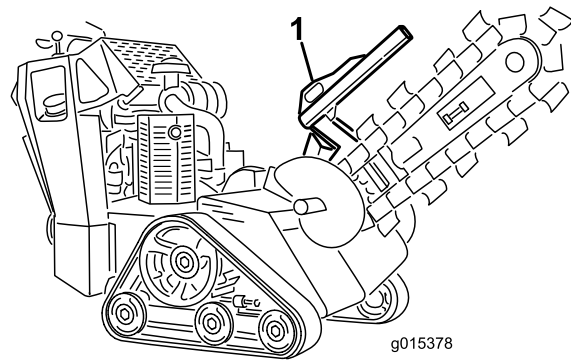
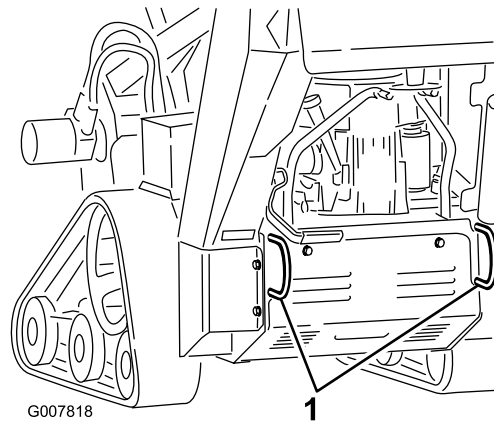

Рисунок 19
Рисунок 20
3. Закрепите машину на прицепе цепями или ремнями, используя скобы для крепления/подъема спереди и сзади машины (Рисунок 19 и Рисунок 20). Изучите местные нормативные документы по прицепам и сцепным устройствам.
Можно поднять машину, используя в качестве точек подъема скобы для крепления/подъема (Рисунок 19 и Рисунок 20).